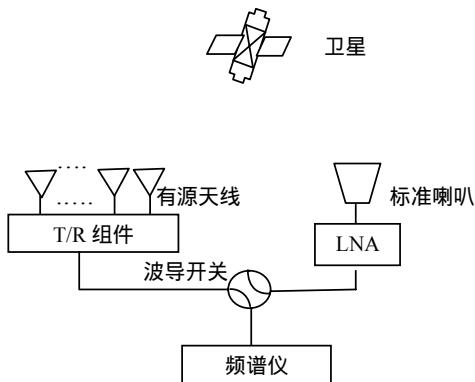

图 1 有源天线 G/T 值测量原理图
测量原理如图1所示。
1) 首先按图1, 连接好测量系统, 加电使系统工作正常, 设置好频谱仪状态。
a) 按照图1连接好仪器设备, 做好实验前准备, 如对标准喇叭天线增益, 低噪声放大器的增益和噪声温度进行标定等;